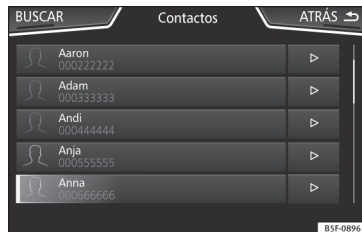

Fig. 200 Menú Contactos.
• Pulse el botón de función  **fig. 200** para abrir la máscara de búsqueda.
• Pulse el botón de función  **» fig. 200** situado junto a la entrada en la lista de contactos.